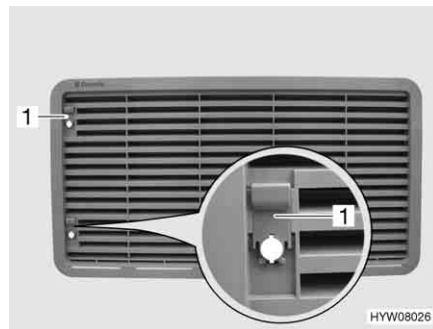

Bild 187 Kylskåpets ventilationsgaller (med spjäll)
- Skjut upp spjället (Bild 187,1).